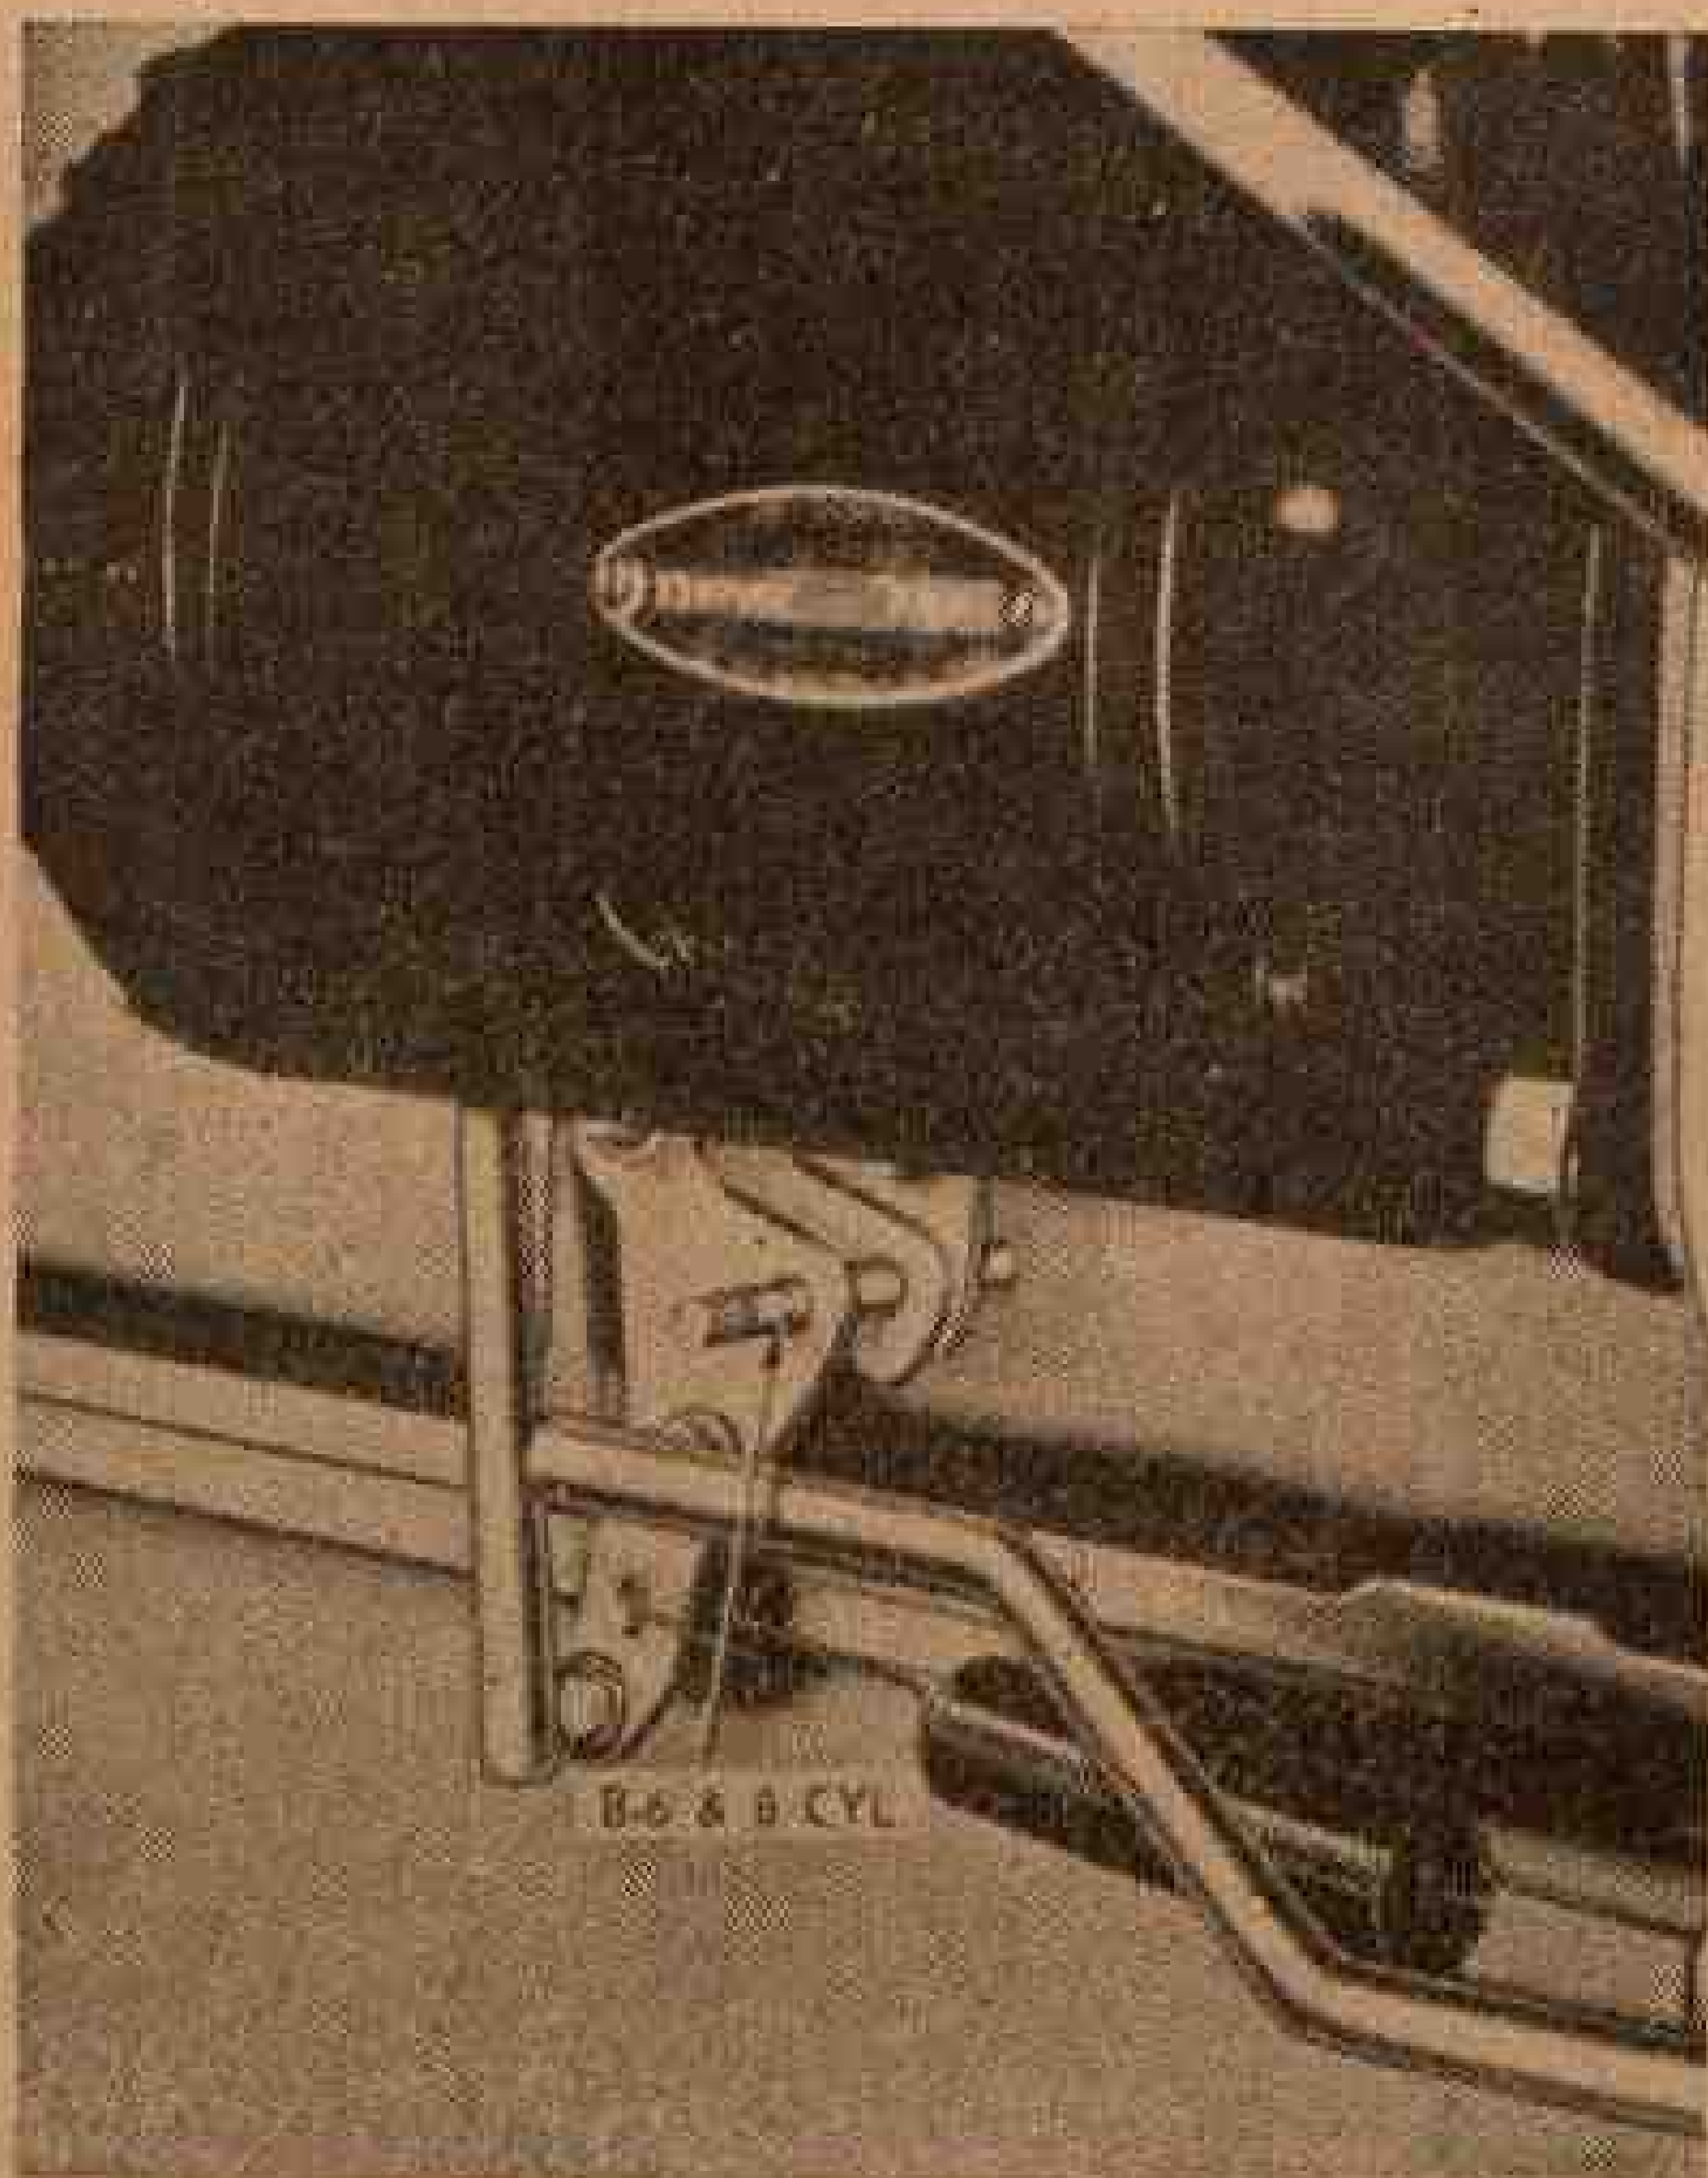

Fig. 312 — Pino calibrador no ponto B — Motor de 6 e de 8 cilindros.
5. Instala-se o segundo pino ajustador J-2544 entre a alavanca e a braçadeira, no orifício marcado com a letra «B» (fig. 312).